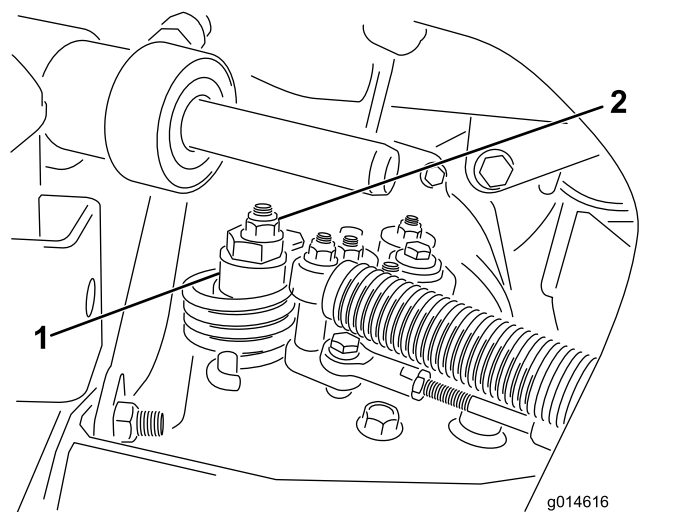

図 49
- A. 偏芯ナットをハイドロスタット上部に止めているナットをゆるめる 図 49。
- C. どちらにも車輪が回らないように偏芯ナットを回して調整する。調整ができれば固定ナットを締める 図 49。スロットル SLOW および FAST 位置で調整が正しいことを確認する。